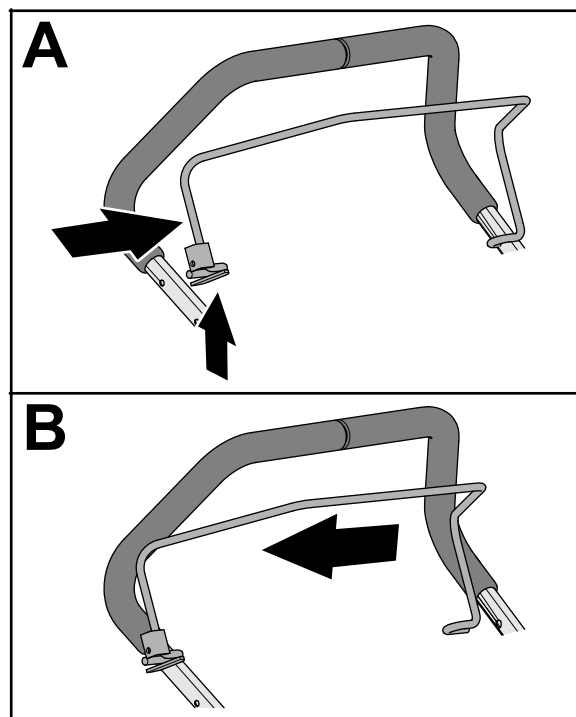

**Figura 9**
1. Premete la gamba della stegola di presenza dell'operatore fino a quando non è possibile rimuoverlo dalla stegola superiore e rimuovete la barra dalla macchina (Figura 9).